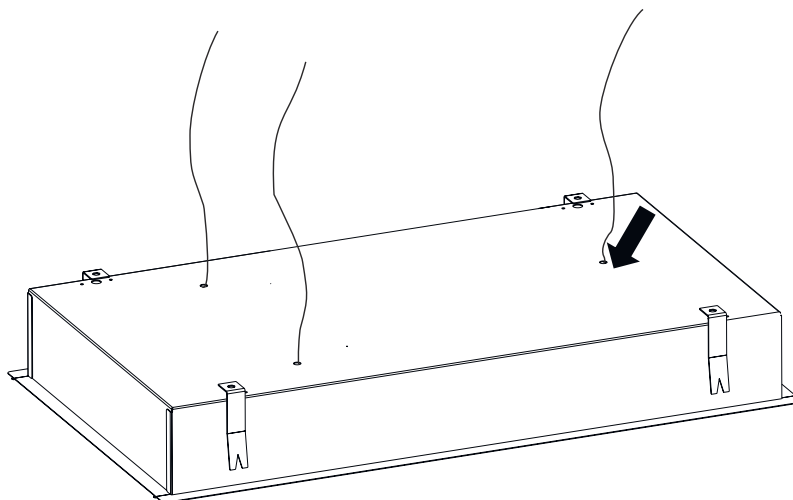

Fig. 10
4. ➤ För stålvarjarna uppifrån och ner i fläkten genom säkerhetslåset (Fig. 10).